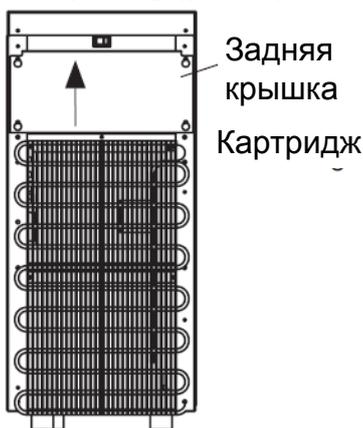

Рис. 1
2. Снимите крышку в задней части устройства (рис. 1).